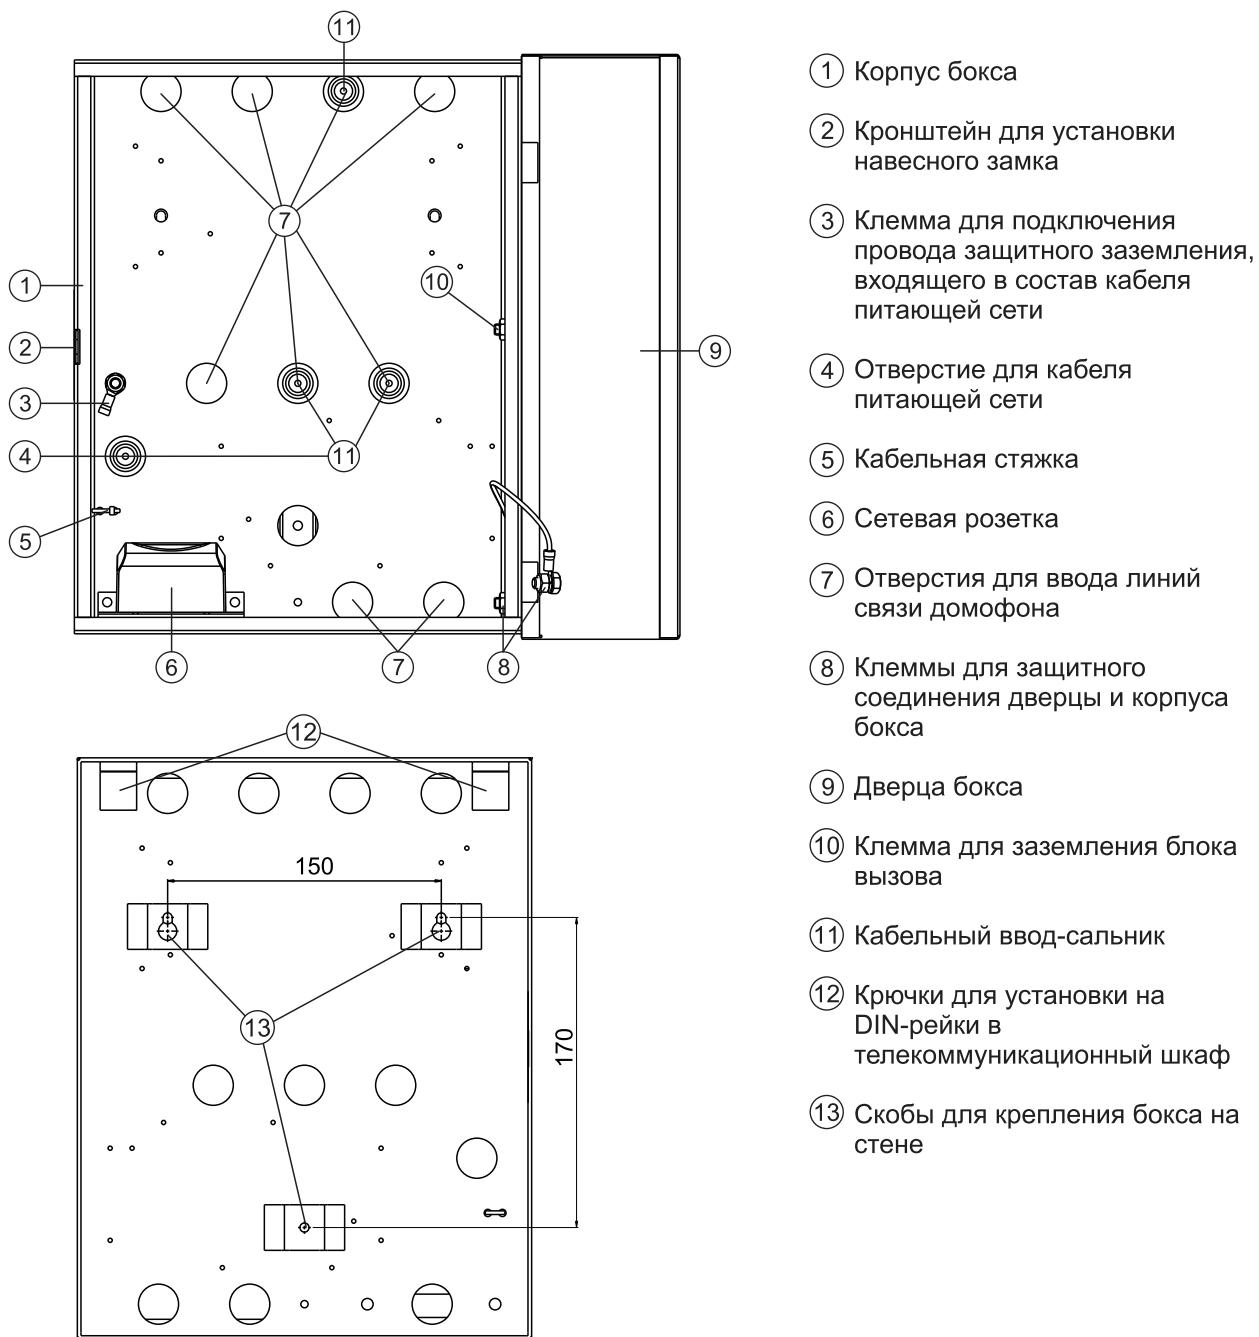
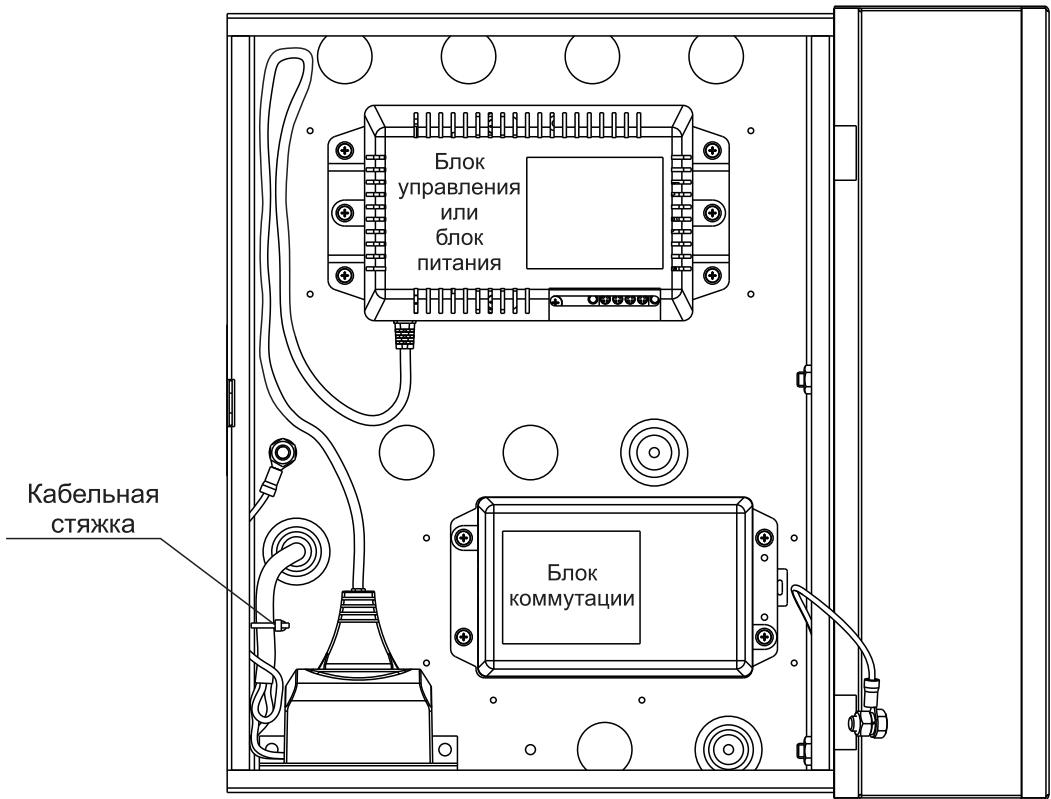

Рисунок 1 - Внешний вид и установочные размеры бокса
Рисунок 4 - Расположение блока управления / блока питания
Для крепления на стене используются скобы ⑬ (см. рисунок 1) на задней стенке бокса, а также шурупы 4x35 и дюбеля 6x30 из комплекта поставки.
- Заведите провода линии связи в бокс через отверстия ⑦ (см. рисунок 1).
- Если конструкция блока вызова предусматривает его заземление, подключите защитный провод блока вызова к клемме ⑩. Заданный провод соединяется с кабельным наконечником клеммы методом опрессовки.
- Подключите сетевую вилку блока управления / блока питания к розетке (см. рис. 4).